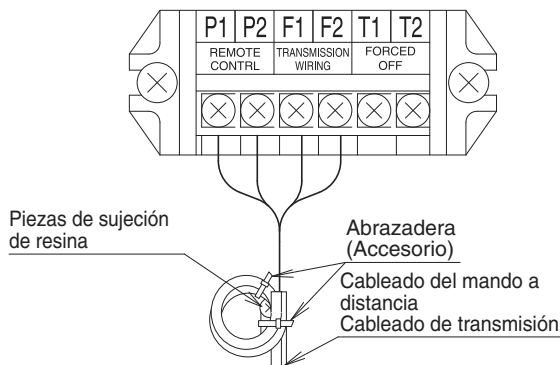

Fig. 18
- Quite la tapa del el caja de control del modo indicado en la figura siguiente (Refiérase a la Fig. 17 y Fig.18).
(Refiérase a la Fig. 18)